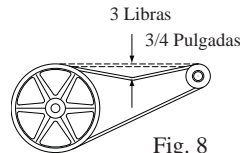

Fig. 8
- **Tensar la correa.** Afloje los pernos del motor y deslice el motor detrás hasta que la correa está tensada correctamente. Una fuerza de 3 libras debe desviar la correa 3/4 pulgadas (véase fig. 8). Reafloje los pernos del motor. **Nunca ajuste la polea para tensar la correa.**